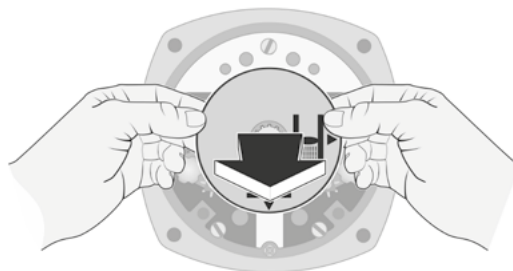

Рис. 2: снятие указателя положения
2. Снимите двумя руками указатель положения (рис. 2).